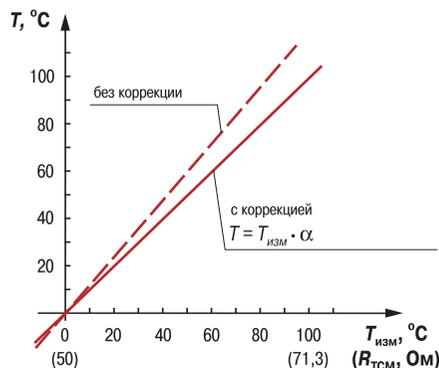

Рис. 11
3.2.5.3. Для компенсации погрешностей датчиков при отклонении значения  $W_{100}$  от номинального каждое измеренное значение параметра  $T_{изм}$  умножается на заданный пользователем поправочный коэффициент  $\alpha$  («наклон характеристики»). Коэффициент задается в пределах от 0,8 до 2,0. На рис. 11 приведен пример изменения наклона характеристики для датчика TCM50M  $W_{100} = 1,426$ .